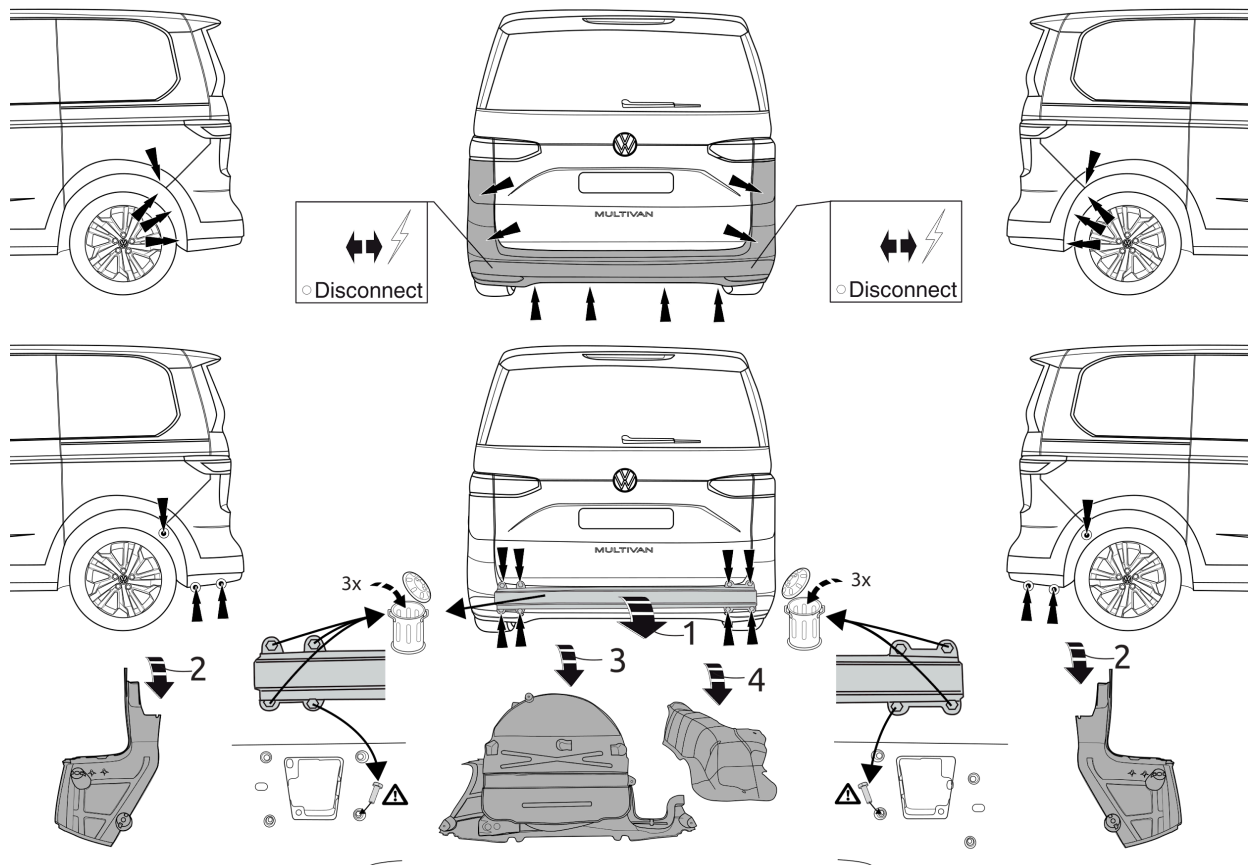

Fig. 1
1. Снять бампер вместе со брызговиком дрoмoмобиля. Брызговики брус больше не понадобятся. См. рисунок 1.